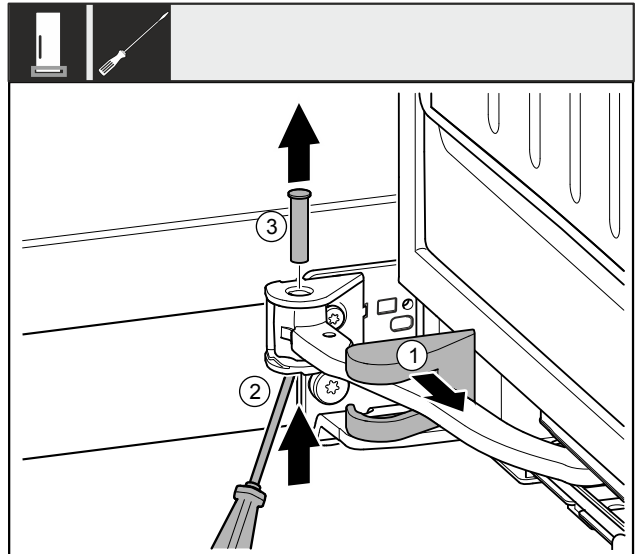

Fig. 10
- Desprindeți capacul suportului de lagăr Fig. 10 (1) și deplasați-l de-a lungul articulației.
- Ridicați de jos bolțul Fig. 10 (2) cu șurubelnița.
- Extrageți de sus bolțul Fig. 10 (3).